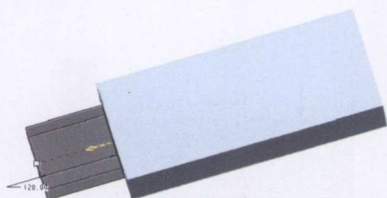

图 1-23 输入【拉伸距离】为【120.00mm】
5) 单击【关闭】组中的【确定】按钮完成截面的创建，打开【选项】选项卡并勾选【封闭端】选项，在拉伸控制板中输入拉伸距离为“120.00”，单击【应用】按钮显示如图 1-23 所示特征。